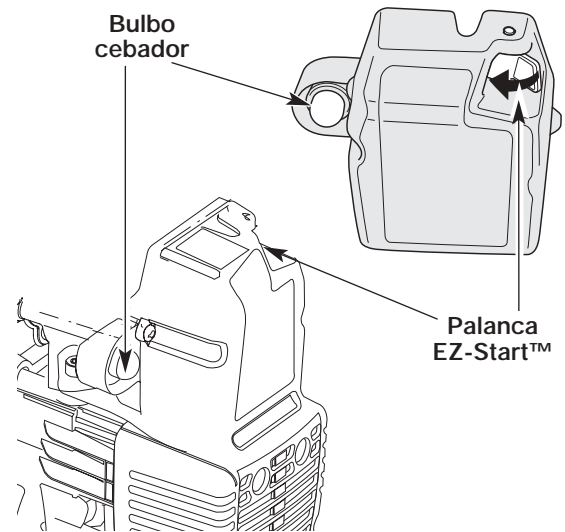

Fig. 7
3. Oprima completamente el cebador y suéltelo 10 veces. Hágalo lentamente. Se deberá ver un poco de **combustible en el cebador** y en las tuberías de alimentación de combustible (Fig. 7). Si no puede ver el combustible en el cebador, oprímalo y suéltelo tantas veces como sea necesario hasta que vea combustible en el mismo.
4. **Empuje la Palanca EZ-Start™ hacia la izquierda** hasta que haga un clic y quede trabada en su lugar (Fig. 7).